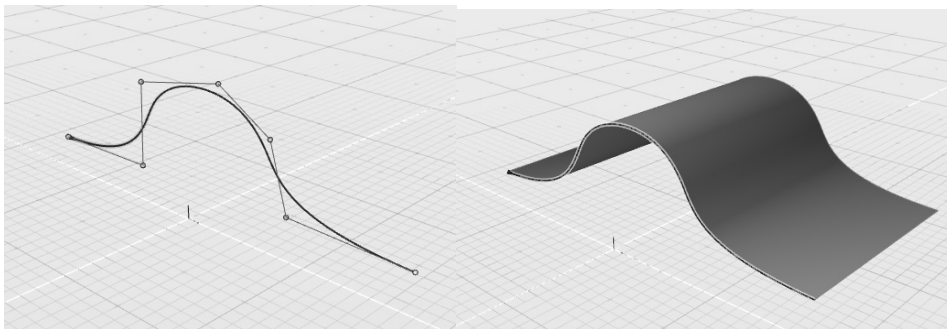

图 2-1 NURBS 曲线与通过 NURBS 曲线创建的 NURBS 曲面
- **NURBS 建模：**非均匀有理 B 样条曲线（Non-Uniform Rational B-Splines），这是计算机图形学中的一种数学模型，用以精确表达三维曲面造型。其内部算法数值稳定高效，因此 NURBS 建模方式也是工业产品几何形状定义的唯一数学方法。NURBS 建模方式中有两个基本的元素，即 NURBS 曲线和 NURBS 曲面，如图 2-1 所示。